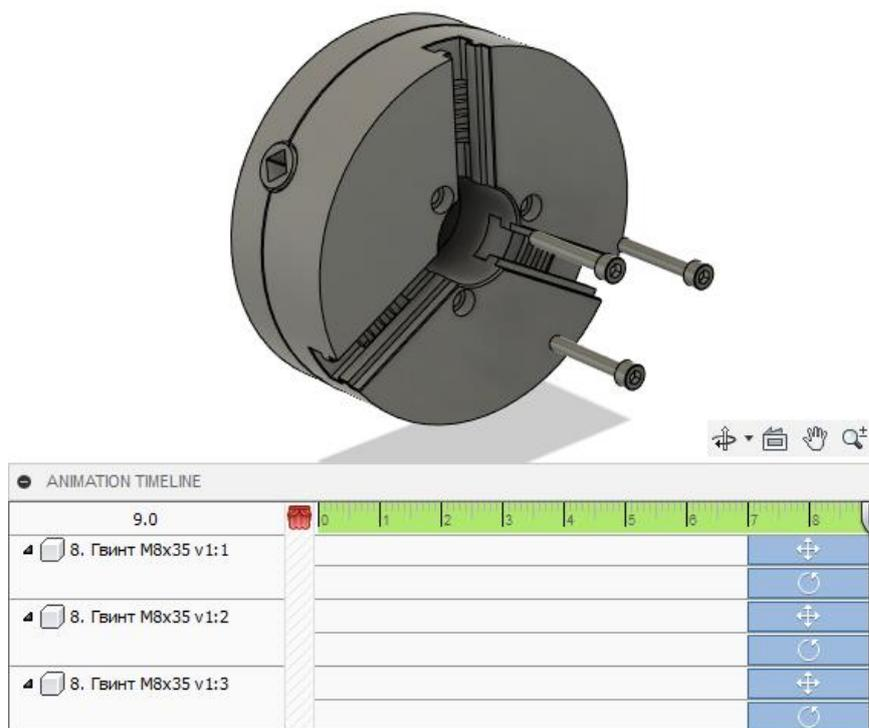

Рис.15.7. Викручування гвинтів корпусу
7. Викручування гвинтів, які кріплять корпус патрону до планшайби. Для цього оберіть один з 3-х гвинтів і за допомогою інструмента «Transform Components»  задайте кут повороту навколо вісі обертання гвинта -360° і лінійне переміщення від патрону -100 мм (рис. 15.7). Час початку дії 7 с. і кінець 8 с.